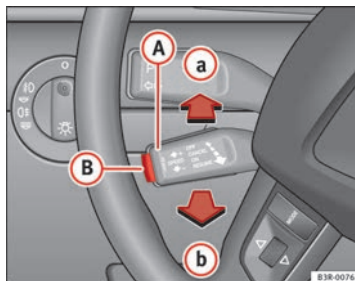

Abb. 152 Bedienungselemente der Geschwindigkeitsregelanlage
- drücken Sie den Hebel **(A)**  $\Rightarrow$  Abb. 152 bis auf die Position **(a)** (nicht gerastet).